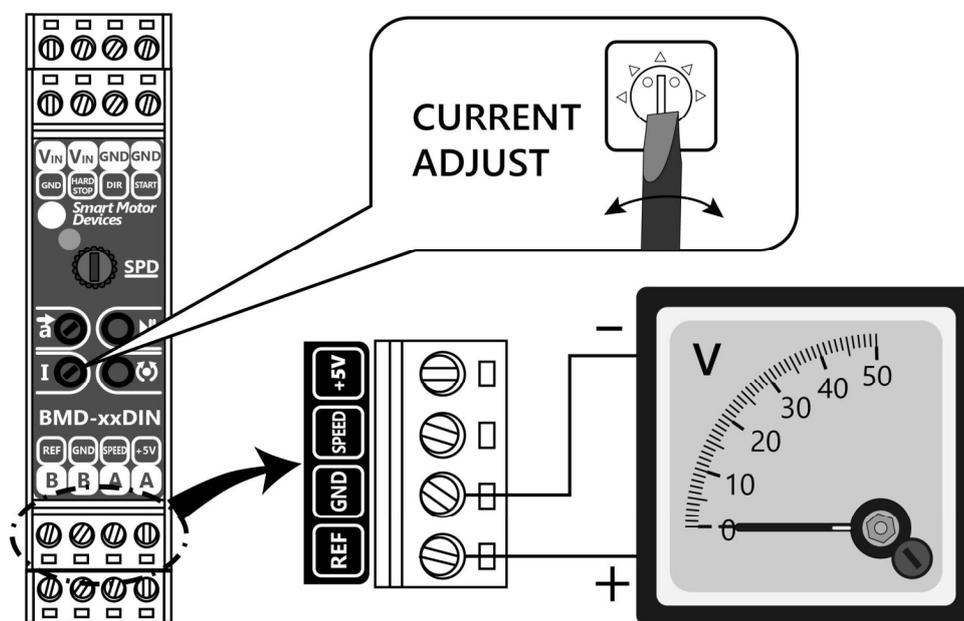

Рис. 4. Подключение вольтметра для установки максимального тока двигателя.
6. Потенциометром «CURRENT ADJUST» установите значение максимально потребляемого двигателем тока по вольтметру, подключенному к клеммам «GND» и «V_{ref}» в соответствие с рис. 4. Установка тока двигателя I_{lim} осуществляется согласно соотношению: